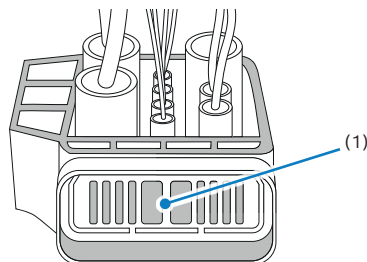

Figura 3
15. Staccare e scollegare la spina X26 del cablaggio di collegamento (Figura 3)
- Rimuovere l'attacco di bloccaggio (1)